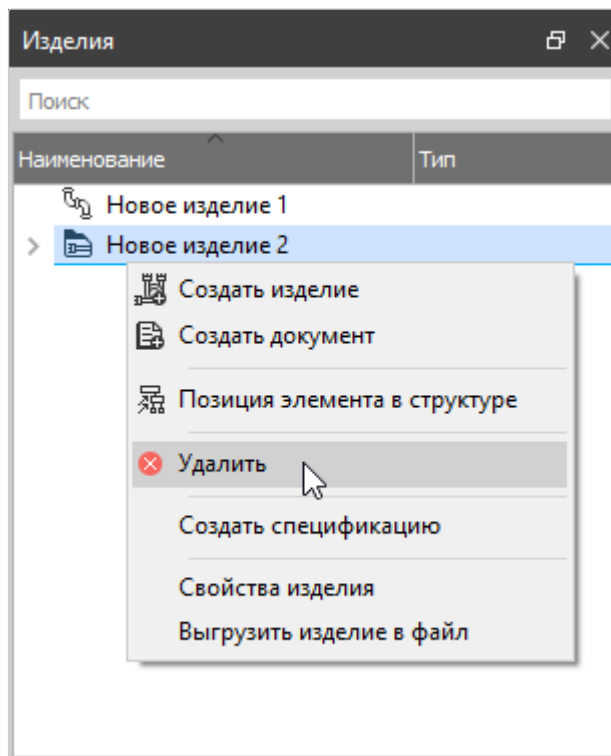

Рисунок 249. Удаление изделия
- 2) Выбрать пункт «Удалить» (см. рисунок 249);